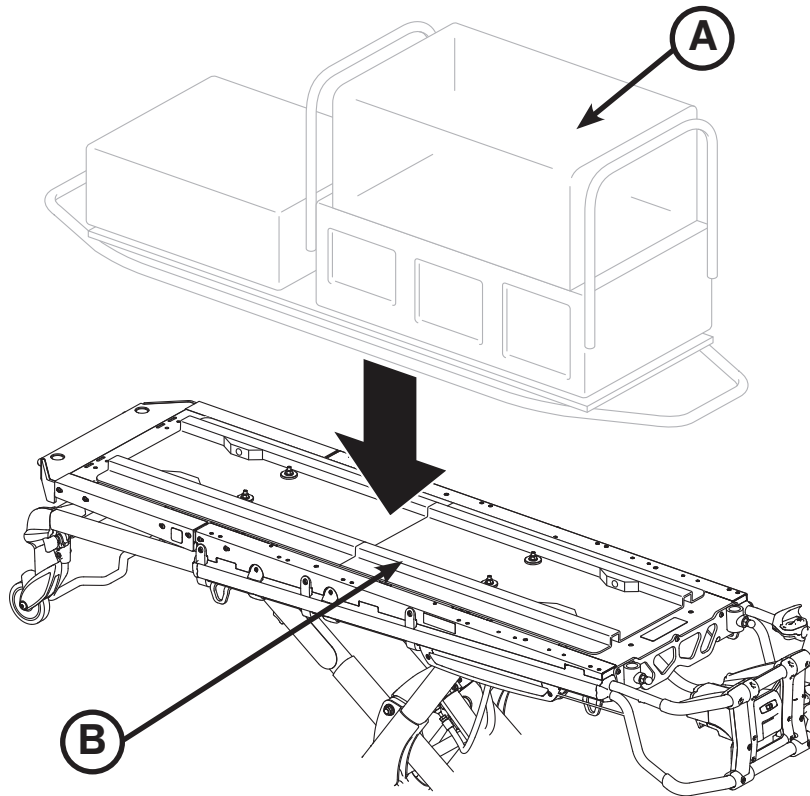

Figura 42: Colocación del trineo aéreo
1. Utilice los tornillos incluidos para fijar el receptáculo a la plataforma de la camilla, tal como se muestra en la figura 42.
2. Inserte el trineo aéreo (A) en el receptáculo (B) con ayuda del sistema de cierre incluido como parte del conjunto de trineo aéreo.